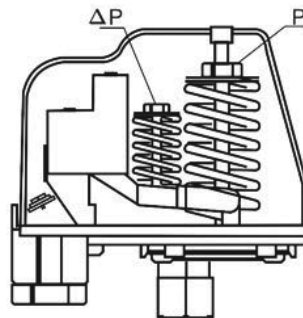

Рис. 5
10.4 Для изменения давления включения или отключения насосной станции следует снять крышку реле давления, открутив пластиковый винт и изменить силу натяжки соответствующих пружин реле (рис. 5).